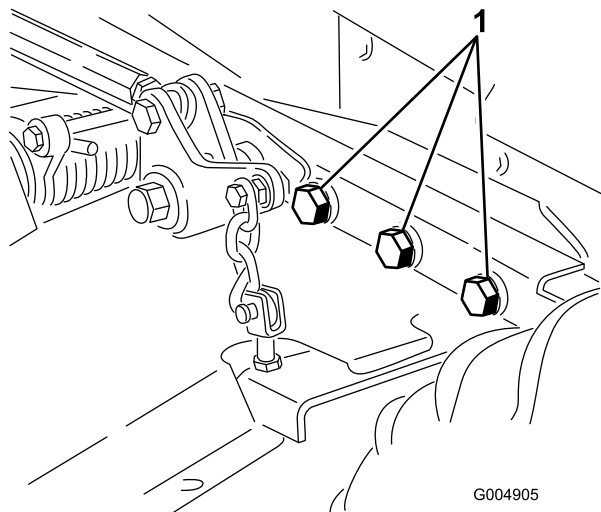

Figure 81
4. Vérifiez le serrage de toutes les fixations et resserrez-les au besoin. Serrez tout particulièrement les 6 boulons qui fixent le châssis du plateau de coupe au groupe de déplacement (Figure 81) à 359 Nm.